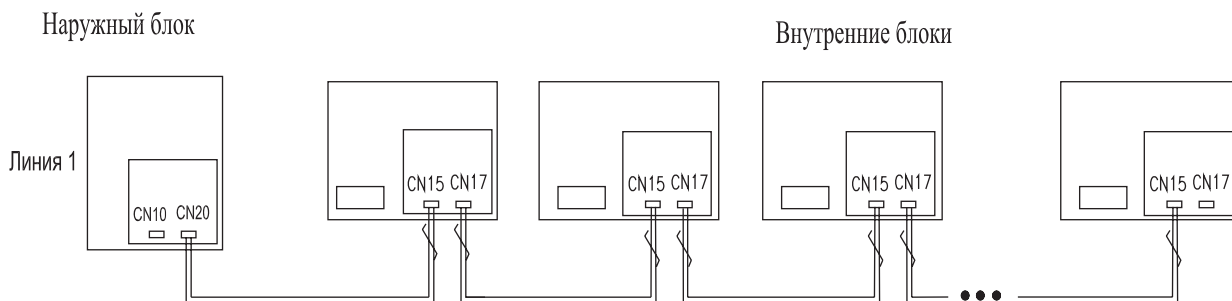

Рис. 7.1
7.2.1 Наружный и внутренние блоки коммутируются последовательно кабелем управления (экранированная 2-х жильная витая пара)(рис. 7.1).